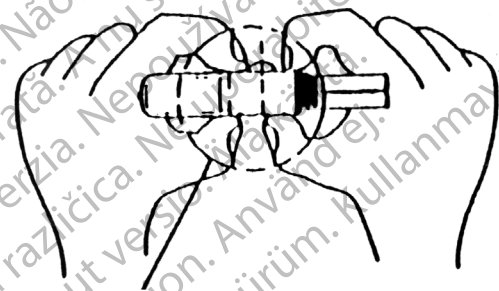

Figura 4-44. Método do ponto de apoio
1. Apalpe a bomba de controlo, localize o botão de desativação e coloque o indicador por cima (no local da tubagem). (**Figura 4-44**)